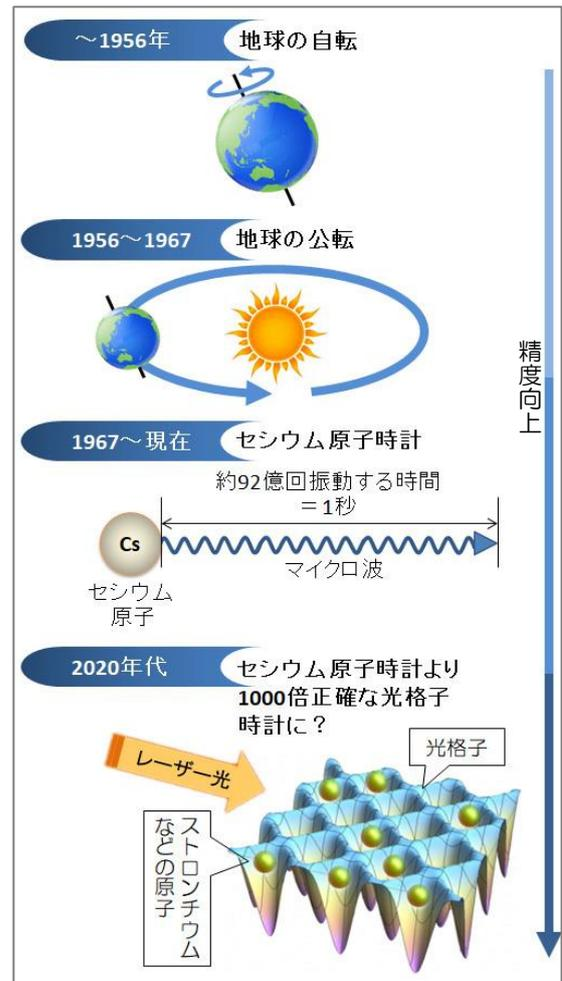

図3：時間の基本単位の変遷
図3に示すとおり秒は元々、地球の自転時間や太陽の周りを回る公転時間を基準に決められてきた。したがって1秒は1日の長さの $1/86,400$ ($60 \text{ 秒} \times 60 \text{ 分} \times 24 \text{ 時間}$) と決めた。しかし、20世紀になる頃には、地球の自転速度が少しずつ遅くなっていること、したがって1日の長さの $1/86,400$ である1秒が1秒でなくなってしまうことがわかった。時間は事象を測る基本的な物差しなので、それでは具合が悪いことになる。
測定の主な流れは、①オープンで固体のストロンチウムを気体化する、②レーザーを用い、2段階に分けてストロンチウム原子を絶対零度近くまで冷却する、③冷却した原子を光格子内(図3の卵パック様の形のもの)に閉じ込める、④光格子にレーザー光を当て、原子の放射する光の振動数を測定するとのことである。